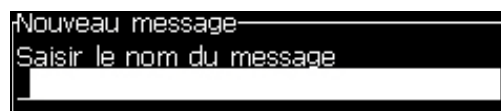

Figure 5-4: Boîte de dialogue Nouveau message
- 2 Sélectionnez *Nouveau message*. La boîte de dialogue *Nouveau message* apparaît (voir la section Figure 5-4).